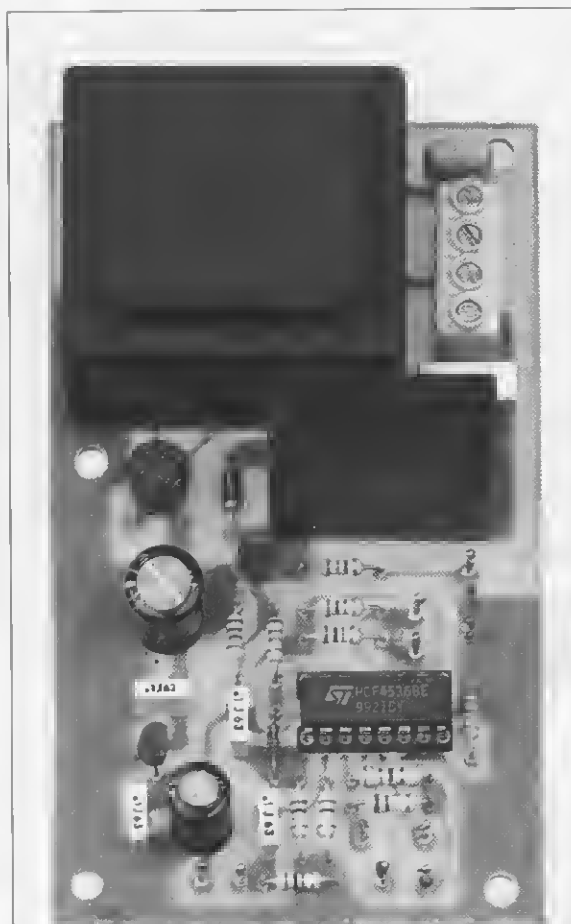

Fig.10 Foto della scheda LX.1182. Facciamo presente che l'Integrato CD.4536 è equivalente all'integrato HCF.4536.
**Fig.9** Come potete vedere in questa foto, la scheda LX.1182 (vedi fig.10) viene fissata sul piano del mobile con quattro distanziatori autoadesivi. Sul piccolo pannello inclinato fisserete l'interruttore di accensione S3 ed il diodo led DL1, mentre sul pannello frontale fisserete il potenziometro R8, il commutatore S2, il pulsante di Start ed il deviatore S1.